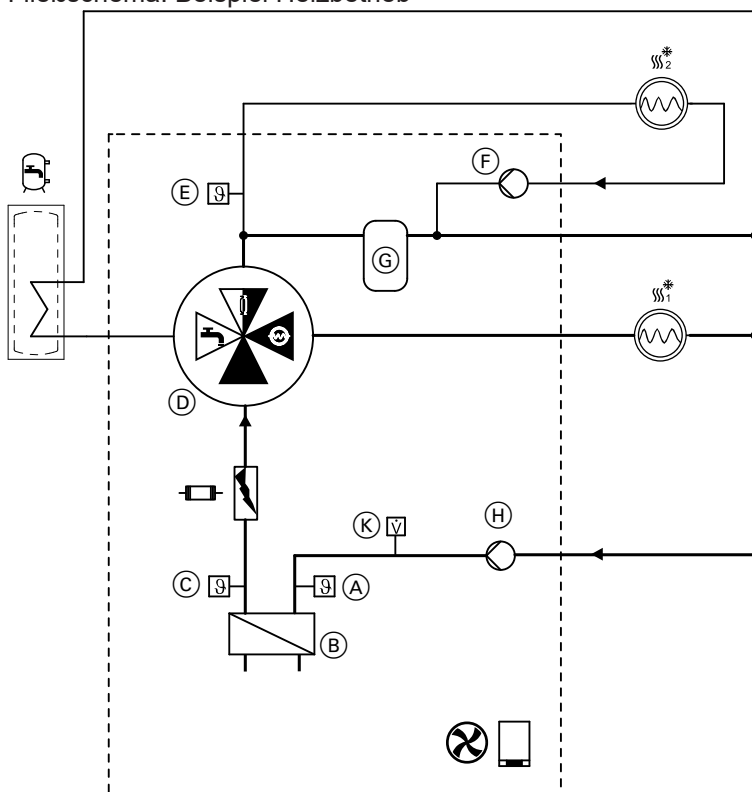

Abb. 8
*Der intern gemessene und an der Wärmepumpenregelung angezeigte Volumenstrom ist abhängig von der Position des 4/3-Wege-Ventils: Siehe Fließschema, Abb. 8.*